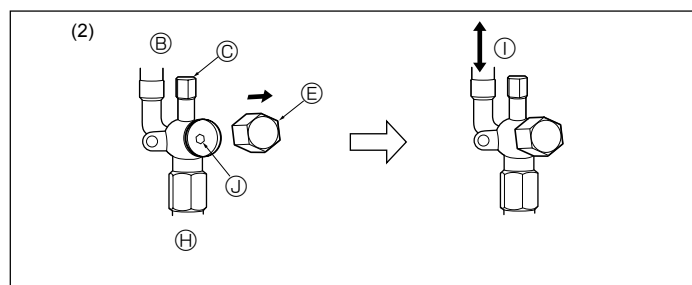

Fig. 5-9
(2) Lado de líquido (Fig. 5-9)